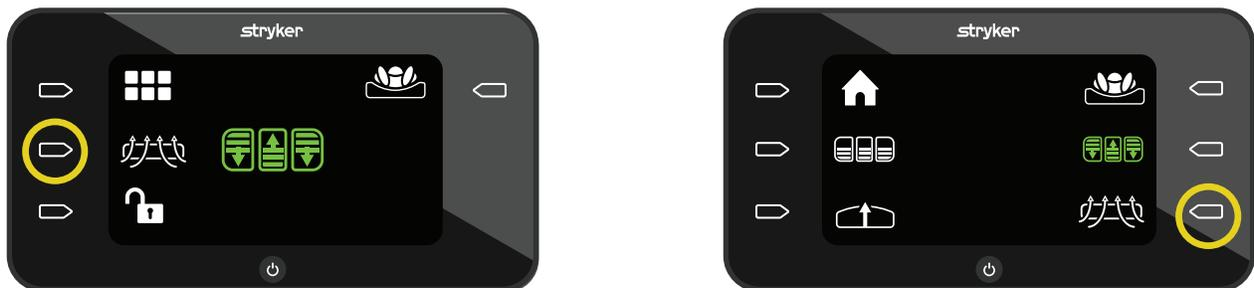

Figure 38 – FPA désactivée
1. Pour activer la FPA, appuyer sur le bouton d'action en regard de l'icône **FPA désactivée** (Figure 38).